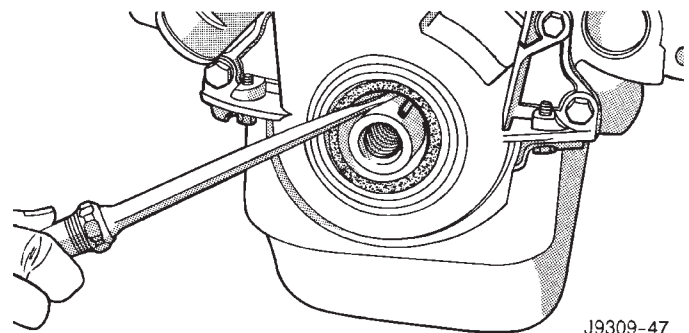

Fig. 33 Remoção da Vedação de Óleo do Eixo de Manivelas Dianteiro
- (1) Desconecte o cabo negativo da bateria.
- (2) Drene o sistema de arrefecimento (consulte o Grupo 7, "Sistema de Arrefecimento").
- (3) Instale a correia em serpentina (consulte o Grupo 7, "Sistema de Arrefecimento").
- (4) Remova a bomba d'água (consulte o Grupo 7, "Sistema de Arrefecimento").
- (5) Remova a bomba da direção hidráulica (consulte o Grupo 19, "Direção").
- (6) Remova o abafador de vibração.
- (7) Remova as linhas de combustível (consulte o Grupo 14, "Sistema de Combustível").
- (8) Solte os parafusos do cárter de óleo e remova o parafuso dianteiro de cada lado.
- (9) Remova os parafusos da tampa.
- (10) Remova a gaxeta e a tampa da caixa de corrente com bastante cuidado para evitar danificar a gaxeta do cárter de óleo.
- (11) Coloque uma ferramenta adequada atrás das bordas da vedação de óleo para retirar a vedação de óleo para fora. Tome cuidado para não danificar a superfície da tampa de vedação do eixo de manivelas. (Fig. 33).